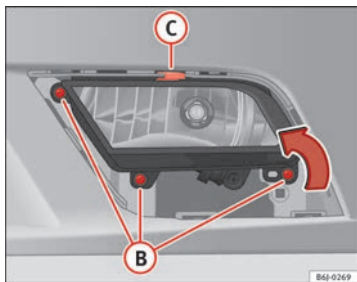

Abb. 159 Nebelscheinwerfer
- Entfernen Sie die Schrauben (3x) → Abb. 159 **B**, um den Nebelscheinwerfer herauszunehmen.
- Ziehen Sie die Metallklammer an der Oberseite des Nebelscheinwerfers zur Außenseite des Fahrzeuges ab → Abb. 159 **C**.